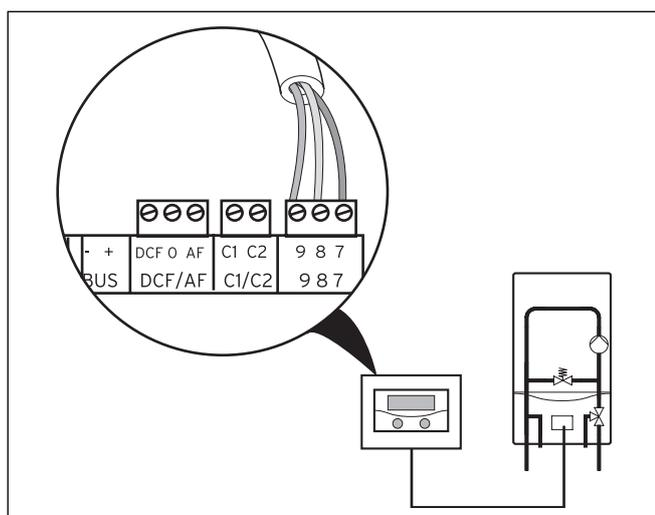

Fig. 4.1 Conexión de la caldera
- Ejecute el cableado de conexión de la caldera con la línea de unión suministrada según Fig. 4.1.